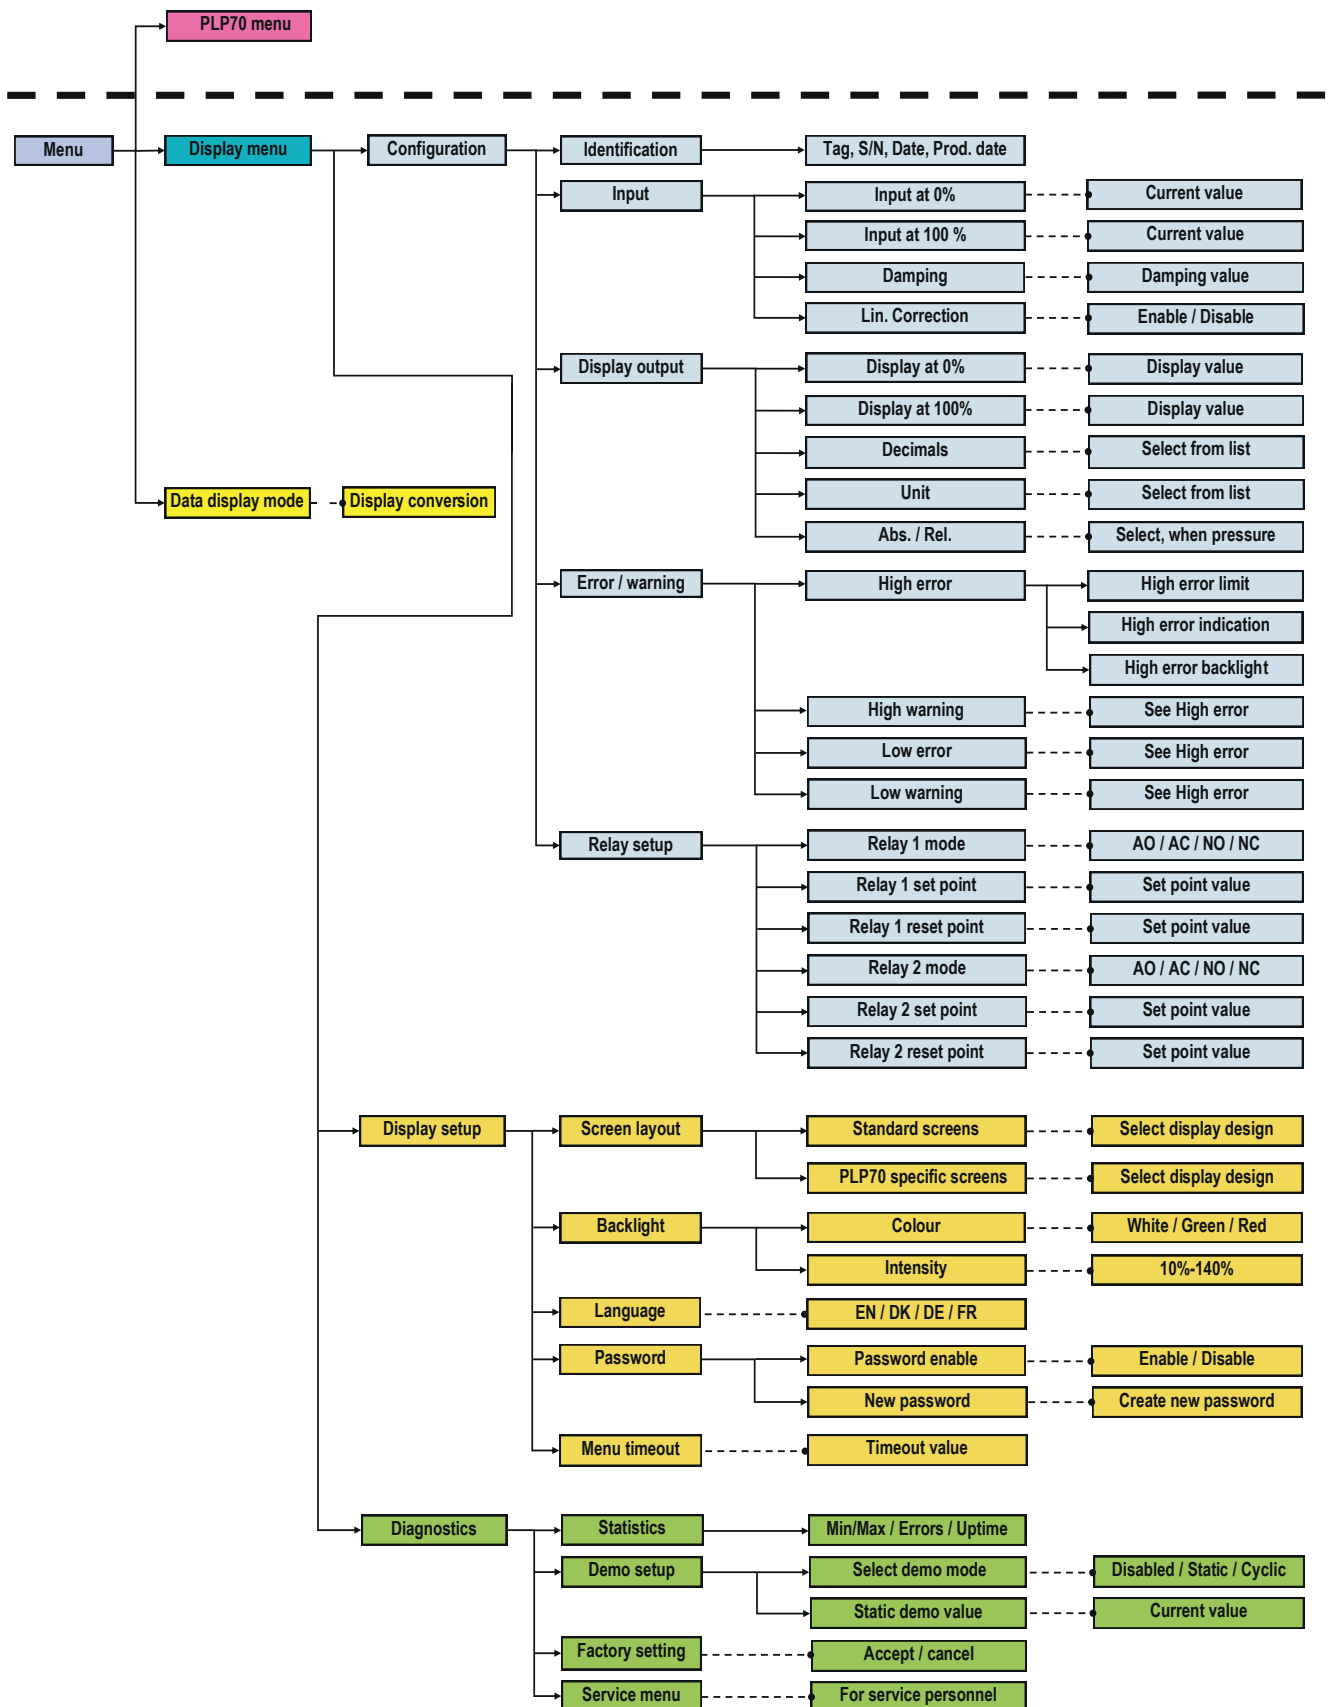

Abb. 17: DFON: Menü-Struktur-Plan (3)
| Abb. 17 | DFON : Menü-Struktur-Plan (3)..... | 47 |